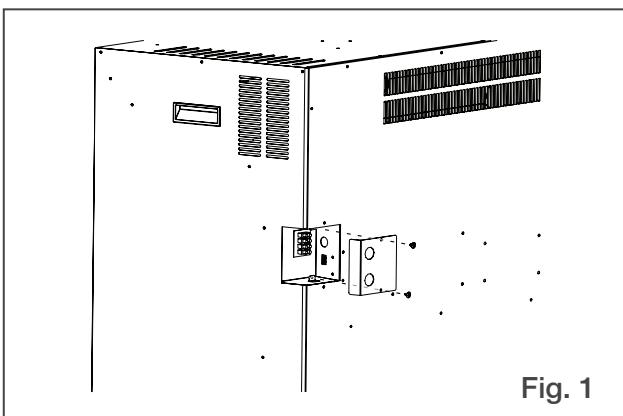

Fig. 1
1. Placez le câble à 2 ou 3 conducteurs sur le côté droit de l'enceinte pour l'installation du câblage en fonction de la capacité de production de chaleur de 120 V ou 240 V souhaitée (**Fig.1**).